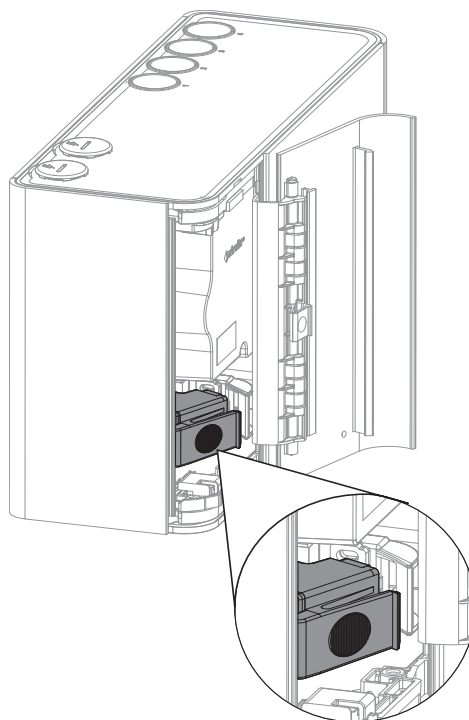

Figura 7-3: Incline el filtro hacia la izquierda del detector
3. Incline el filtro hacia la izquierda del detector (Figura 7-3). El filtro tiene pernos en las bisagras de la base que permiten inclinarlo sobre el colector de la cámara.